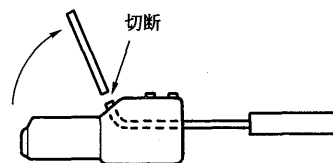

図2-7
- (ii) 電線の余長をニッパ等で切断します。(図2-7)
注2. 余長切断の際、余長部を図2-7の様に持ち上げ、V字状の溝に食い込ませて、モールドの斜面部位置で切断して下さい。